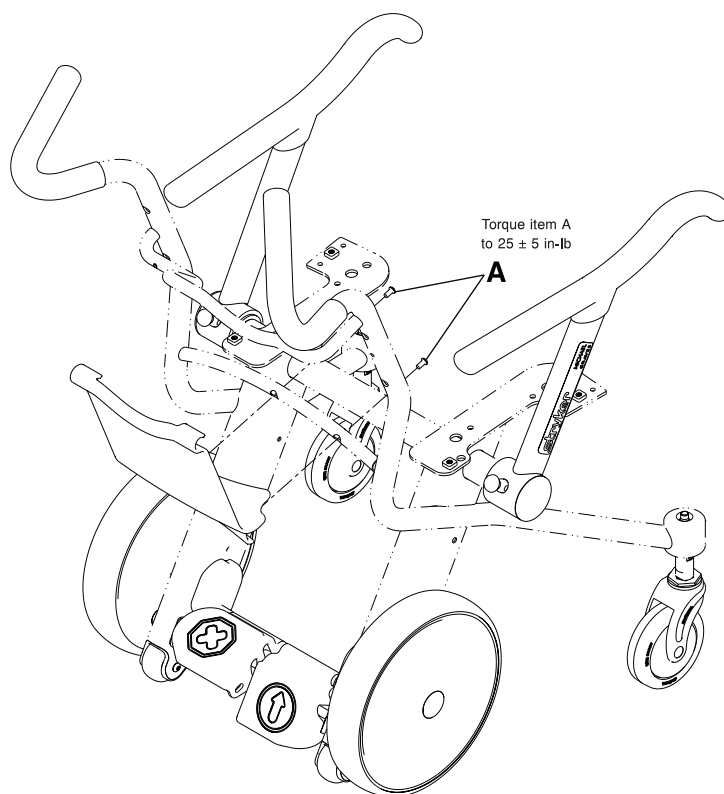

Figur 9-21: Byta ut sätesryggen
2. Ta bort de fyra skruvarna med försänkt huvud (A) och adaptrarna (B) för att avlägsna sätesryggen (C) från stolens ram, med hjälp av en 3/16-tums insexnyckel. Kassera skruvarna, adaptrarna och sätesryggen (Figur 9-21 på sidan 9-37).
3. Montera de tillhandahållna fyra skruvarna med försänkt huvud (A) och adaptrarna (B) för att fästa den tillhandahållna sätesryggen (C) vid stolens ram, med hjälp av en 3/16-tums insexnyckel (Figur 9-21 på sidan 9-37). Dra åt skruvarna till  $70 \pm 10$  tum-pund ( $8 \pm 1,1$  Nm), med hjälp av en 3/8-tums momentnyckel.
4. Anbringa den tillhandahållna Stryker-etiketten (D) i rätt färg.